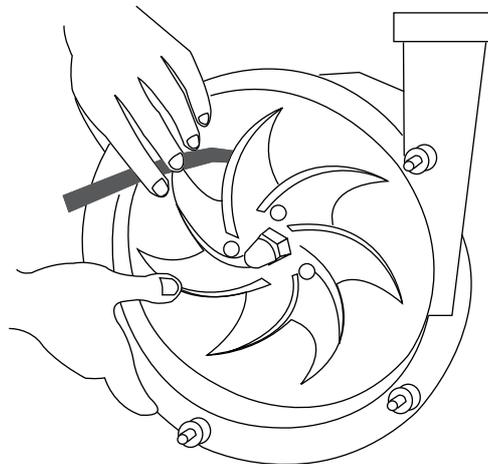

Abb. 30 Spaltmaß Laufrad-Gehäuse
1. Spaltmaß Laufrad/Gehäuse mit Fühlerblattlehre messen (Abb. 30 „Spaltmaß Laufrad-Gehäuse“, Seite 19).